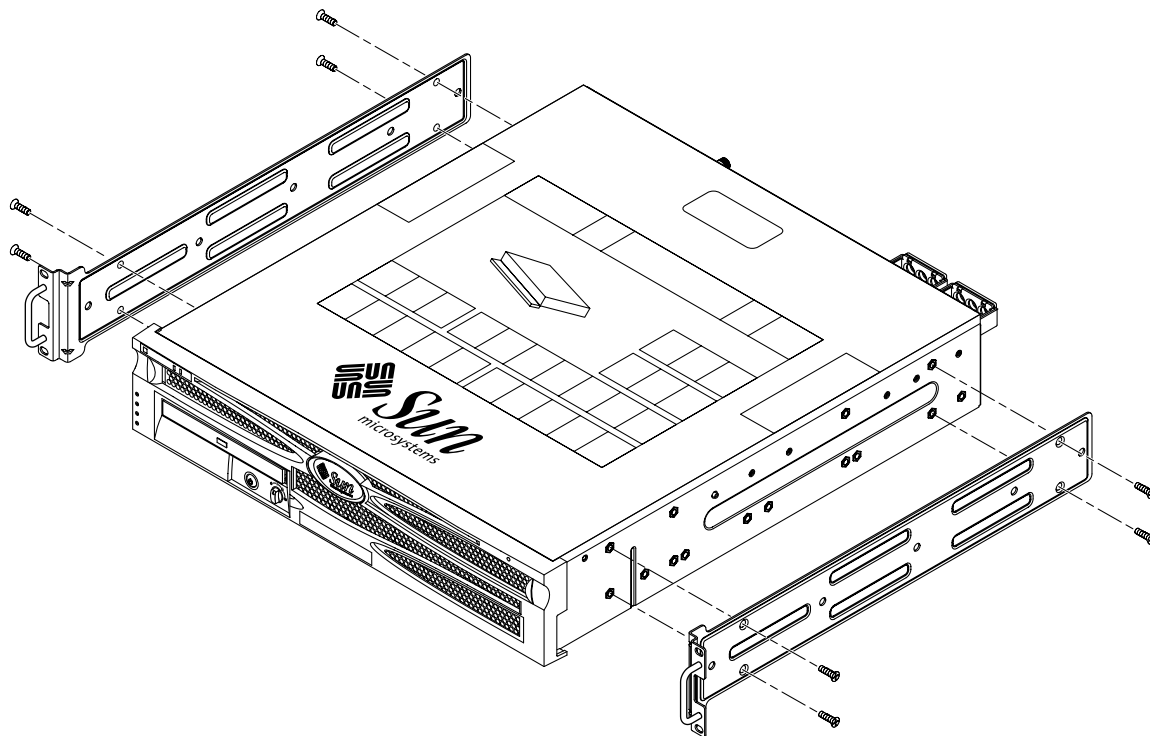

BILD 3-2 Skruva fast monteringsskenorna på servern
2. Använd åtta av de medföljande M5 × 8 mm flata stjärnskruvarna (fyra skruvar för varje monteringsskena) och skruva fast monteringsskenorna på serverns sidor (BILD 3-2).